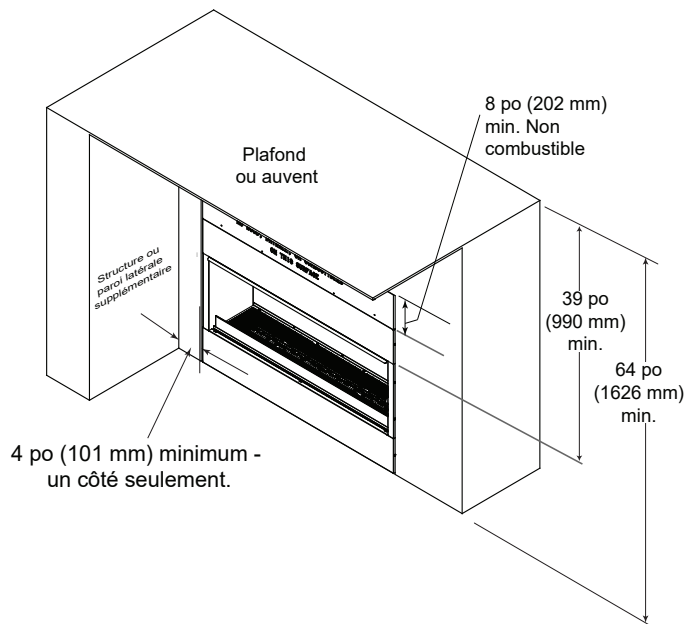

Figure 3.4 Dégagements par rapport aux matériaux inflammables
- Des matériaux de revêtement incombustibles sont requis à 203 mm (8 po) au-dessus de l'appareil. (Voir Figure 3.4)